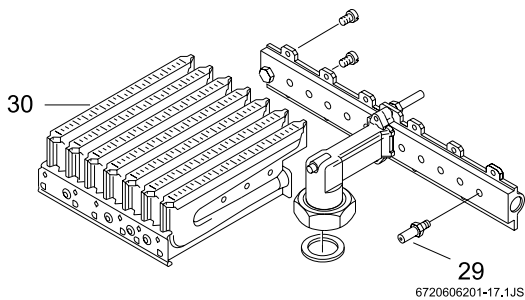

Fig. 13
- ▶ Smontare entrambe le rampe degli ugelli (Fig. 13, pos. 30) e sostituire gli ugelli (Fig. 13, pos. 29).